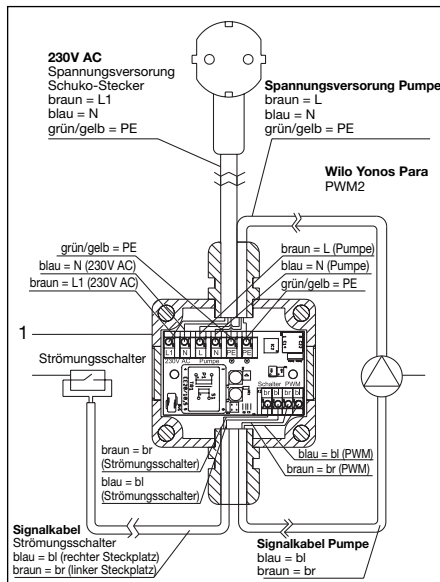

Abb. 5.3: Verkabelung
- Kabel vom Strömungsschalter auf die benötigte Länge kürzen und mit der Elektronikbox verkabeln (siehe Verkabelungsplan Abb. 5.3).